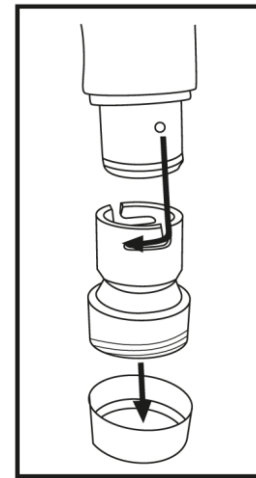

图 6：V-199 转接头
**注意:**如果使用 BT 系列呼吸导管，首先将 3M™ V-199 呼吸导管转接头拧入流量调节阀的出风口。将呼吸导管上的两个锁定螺柱与适配器出口上的两个 L 形槽的开口对齐。垂直压进并拧转，使锁定螺柱啮合在 L 形槽的末端(图 6)。